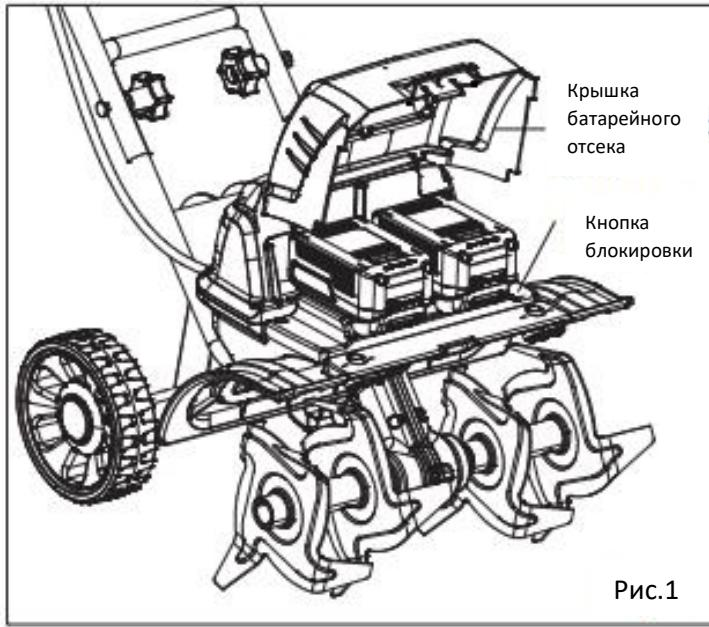

Рис.1
- Откройте крышку батарейного отсека. Нажмите кнопки блокировки на батареях, чтобы извлечь батарейные блоки из оборудования (рис. 1).